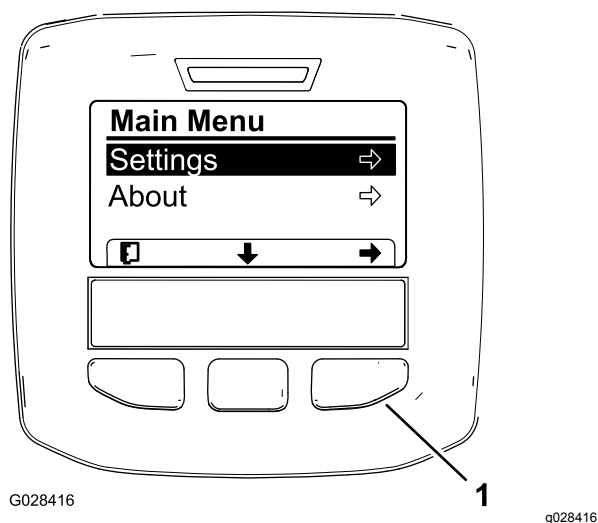
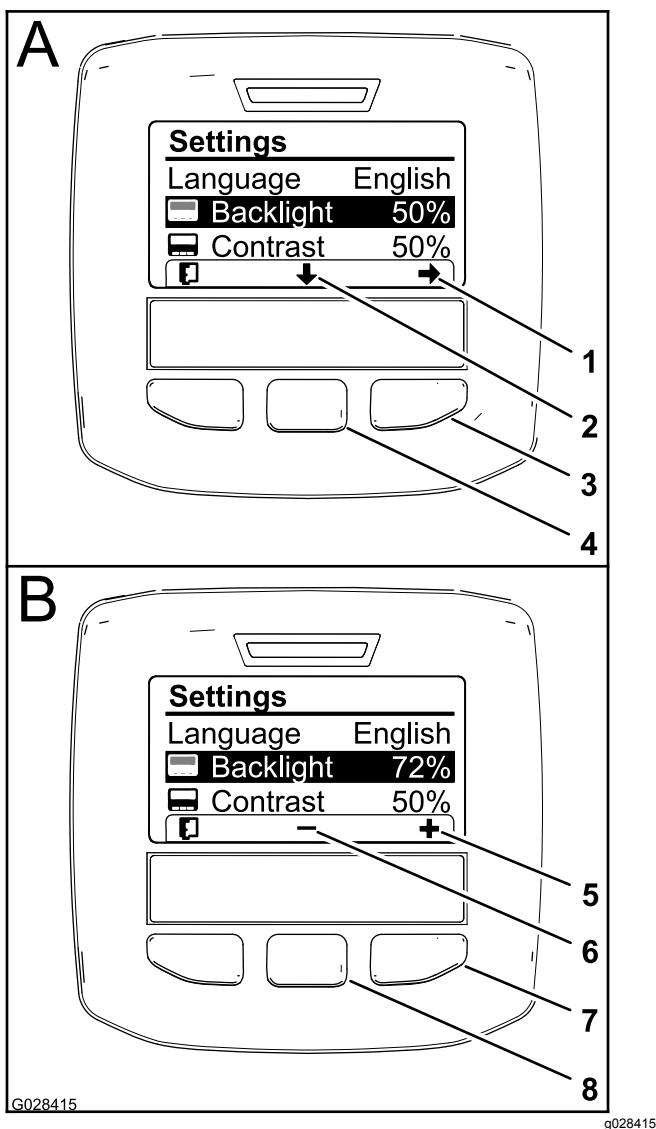

Figure 62
Figure 64
3. Appuyez sur le bouton de sélection central pour accéder au menu principal (Figure 62).
5. Appuyez sur le bouton de sélection gauche pour sauvegarder votre ou vos choix, quitter le menu Réglages et retourner au menu principal (Figure 62).
2. Pour régler l'intensité du rétroéclairage, appuyez sur le bouton de sélection central (situé sous la flèche vers le bas dans l'affichage) pour sélectionner l'option de réglage du rétroéclairage (Figure 64).
3. Appuyez sur le bouton de sélection droit pour afficher le menu contextuel de réglage de la valeur (Figure 64).
4. Utilisez les boutons de sélection droit et central pour modifier la luminosité de l'affichage (Figure 64).
5. Appuyez sur le bouton de sélection gauche (situé sous l'icône de liste dans l'affichage) pour sauvegarder votre sélection, quitter le menu Rétroéclairage et retourner au menu Réglages (Figure 64).
6. Pour régler le contraste de l'affichage, appuyez sur le bouton de sélection central (situé sous la flèche vers le bas dans l'affichage) pour sélectionner l'option de réglage du contraste (Figure 64).
7. Appuyez sur le bouton de sélection droit pour afficher le menu contextuel de réglage de la valeur (Figure 64).
8. Appuyez sur le bouton de sélection gauche (situé sous l'icône de liste dans l'affichage) pour sauvegarder votre sélection, quitter le menu Contraste et retourner au menu Réglages (Figure 64).
9. Appuyez sur le bouton de sélection gauche pour quitter le menu Réglages et retourner au menu principal (Figure 62 et Figure 64).
10. Appuyez sur le bouton de sélection gauche pour retourner à l'écran d'accueil (Figure 64).